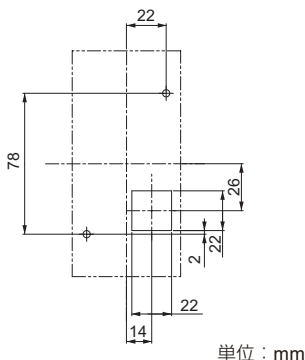

図7 制御盤加工寸法（制御盤の外側に取り付ける場合）
1. 制御盤のオプションを取り付ける面に加工を施します。制御盤加工寸法は図7を参照してください。